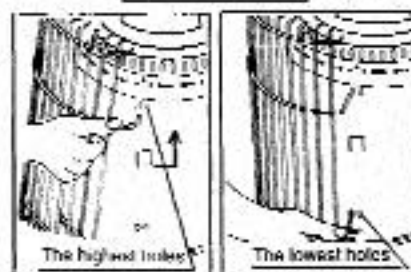

Fig. 6
D) REINSTALLING FRONT AND REAR GUARDS: (Fig. 6)